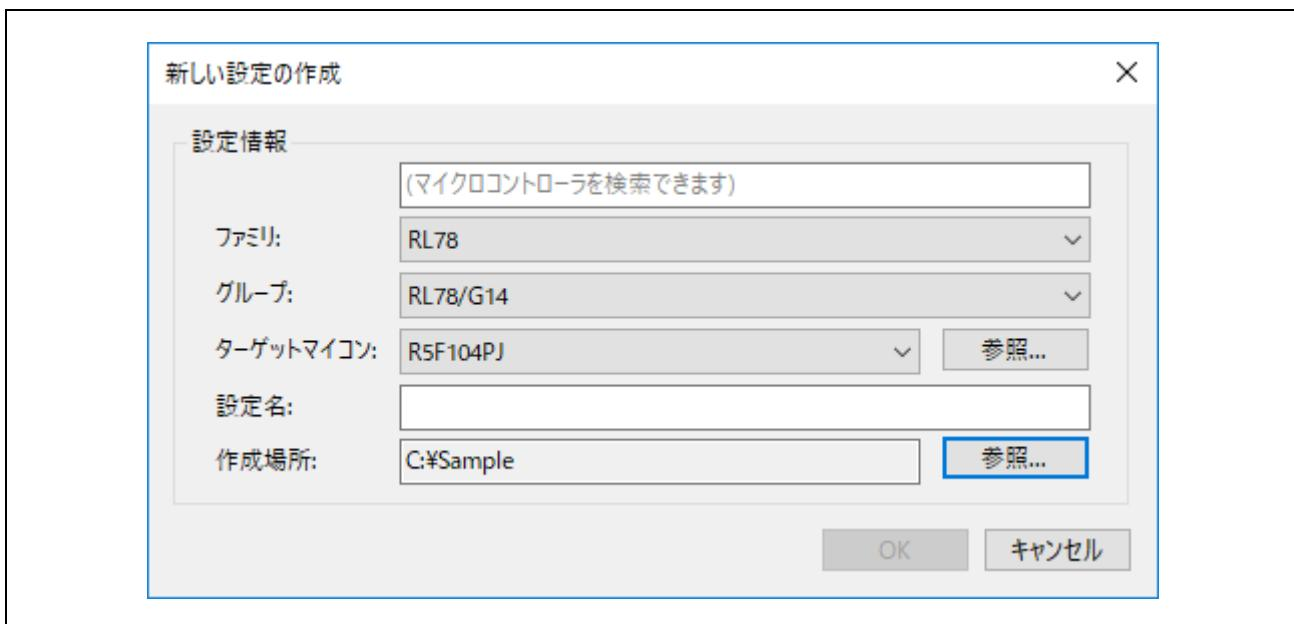

図 4.29 新しい設定の作成ダイアログボックス
2. 新規に設定ファイルを作成します。ファミリ、グループ、ターゲットデバイス、設定情報を図 4.29 のように設定し、OK ボタンを押します。